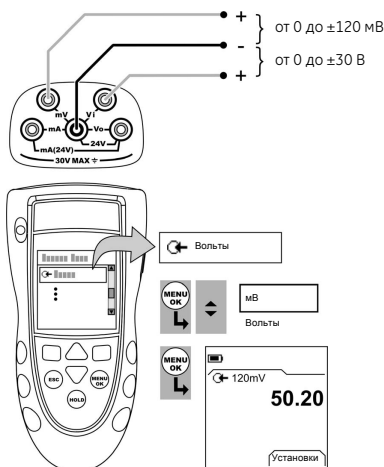

Рисунок 1: Пример конфигурации – Измерение мВ или вольт
1. Подключите прибор (Рисунок 1) и, при необходимости, отрегулируйте *Настройка* (Таблица 1).